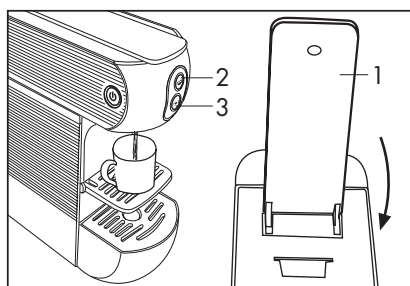

Abb. 10
- Schließen Sie den Hebel (1) richtig, drücken Sie die Abgabetaste (2) nochmals bis die gewünschte Getränkmenge erreicht worden ist (**Abb. 10**). Sollte sich der Hebel nur schwer schließen lassen, öffnen und schließen Sie ihn nochmals.
- Während der Abgabe blinkt die Abgabetaste (2) bis die Abgabe beendet ist.
- Wenn Sie eine große Tasse Kaffee (verdünnter Kaffee) zubereiten möchten, drücken Sie die Abgabetaste (2). Nach der Abgabe des Espresso und nach Ausstoß der Kapsel, drücken Sie Taste nochmals, um die gewünschte Menge Warmwasser hinzuzufügen.
- Um die Kapsel heraus zu nehmen, heben Sie den Hebel (1) langsam. Wird die Kapsel nicht ausgestoßen, wiederholen Sie den Vorgang oder drücken Sie die Abgabetaste (2) bei gleichzeitigem Heben des Hebels (1).